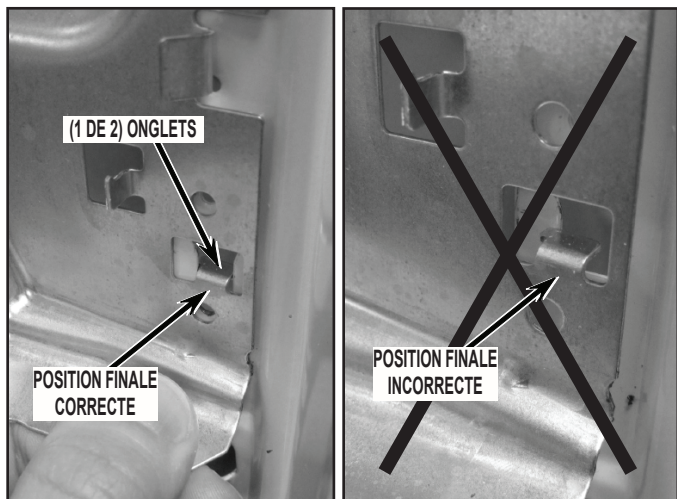

FIGURE 37
- Lors de la réinstallation de la bride supérieure avant, veiller à placer la bride de support centrale (métallique) au-dessus de la bride supérieure avant; voir la *Figure 12B*. Insérer et enfoncer les deux (2) ongles d'accrochage à chaque extrémité de la bride; voir la *Figure 37*. Réinstaller les cinq (5) vis identifiées aux *Figures 12A et 12B*